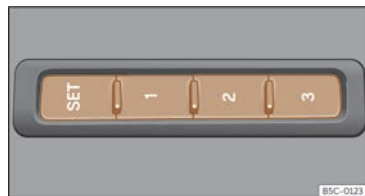

Fig. 73 En el lateral exterior del asiento del conductor: teclas de memoria.
- Pulse la tecla **SET** durante más de 1 segundo >>> **fig. 73.**